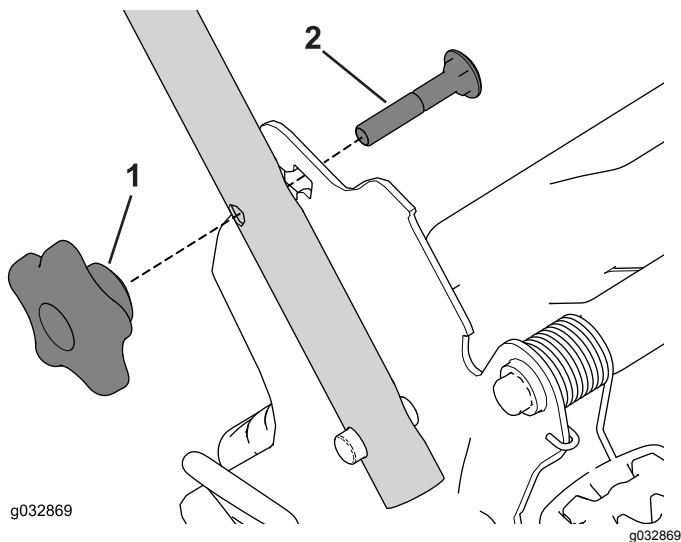

Figure 23
2. Retirez et conservez les 2 boutons et les 2 boulons de carrosserie du support du guidon (Figure 23).